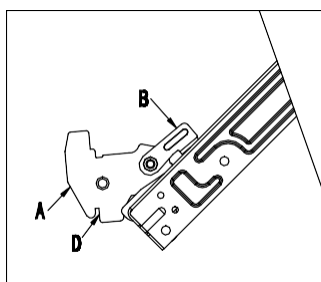

Рис.11-1
- Полностью откройте дверцу и поднимите 2 рычага «В» (рис. 11-1);